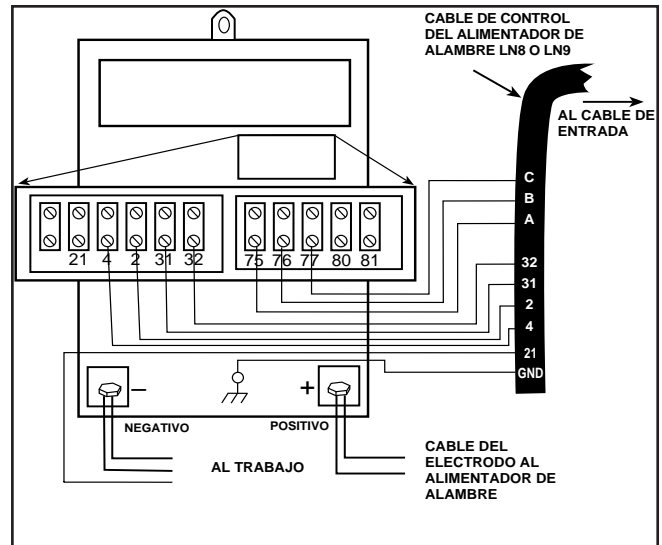

FIGURA C.7 - CONEXION DEL ALIMENTADOR DE ALAMBRE LN-8 O LN-9 A LA IDEALARC DC-600
3. Conecte los cables del cable de control del alimentador de alambre a la tablilla de conexiones de la IDEALARC DC-600, según se muestra en la Figura C.7.
NOTA: El diagrama de conexión de la Figura C.7 muestra al electrodo conectado para polaridad positiva. Para cambiar la polaridad: